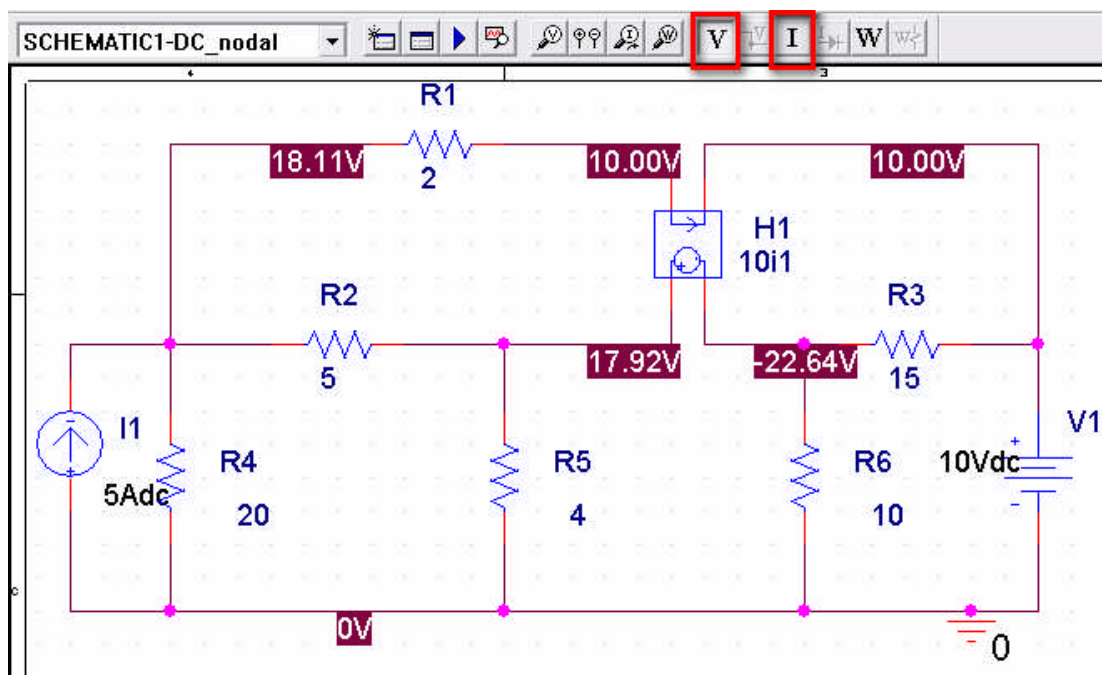

图 1.9 仿真后的结果
- j) 单击确定回到原理图界面，并单击仿真按钮，进行仿真，如下图 1.9，单击 V 按钮既可以查看各个节点处的电压值，如果还要观察电流值可以同时按下 I 按钮。
- k) 通过 PSpice 的仿真, 从上图 1.9 中我们可以看到四个节点的电压值分别是 18.11, 17.92, 22.64, 10.00, 可以看到和 matlab 的结果有着很好的吻合。从而互相证实了两种实验方法的正确性。